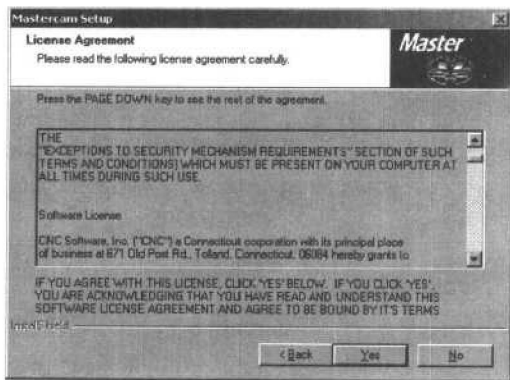
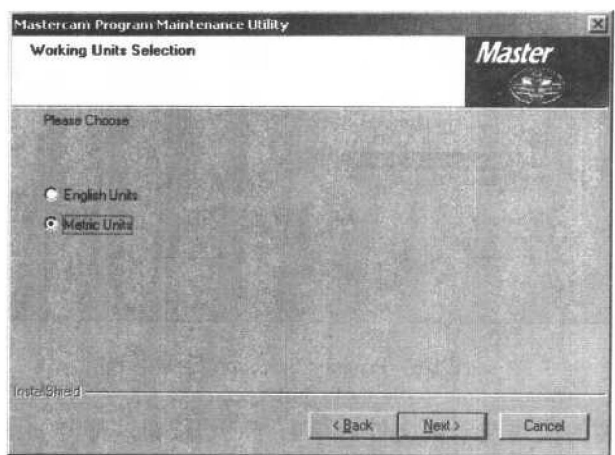

图 1-3 License Agreement 安装界面
图 1-4 Working Units Selection 安装界面
(4) 在图 1-2 所示的对话框中单击 Next 按钮, 打开如图 1-3 所示的 License Agreement 安装界面, 用户可以通过移动滑块来完整地阅读 Mastercam 8 软件的协议。
(5) 在图 1-3 所示的界面中单击 Yes 按钮, 打开如图 1-4 所示的 Working Units Selection 安装界面, 该界面用来设置系统采用的单位, 可以选择公制(Metric Units)或英制(English Units)作为系统的单位。